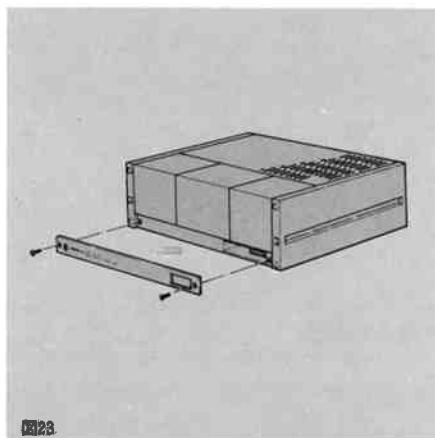

図23
2. RU-Iパネルは両側2本のネジで図のように取り付けてください。（図23）